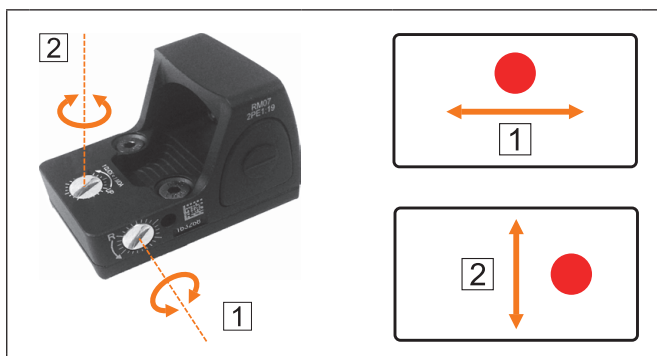

Abb. 24: Visier – Entfernung einstellen mittels Stellschrauben
4. Stellen Sie das Visier mithilfe der Stellschrauben ein (Abb. 24).